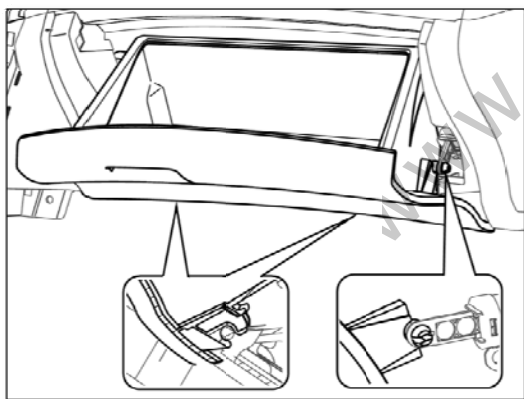

图 1.5.11 杂物箱总成
- (1) 将杂物箱打开, 然后在杂物箱右侧找到杂物箱气动弹簧, 将杂物箱上安装气动拉簧的卡扣挤压变形后可取出气动弹簧, 按图 1.5.11 所示脱开气动弹簧与杂物箱总成的连接;
- (2) 将杂物箱两侧的限位柱通过挤压变形取出, 使下本体不再对杂物箱有限位功能;
- (3) 将杂物箱总成转轴处与仪表板下本体配合